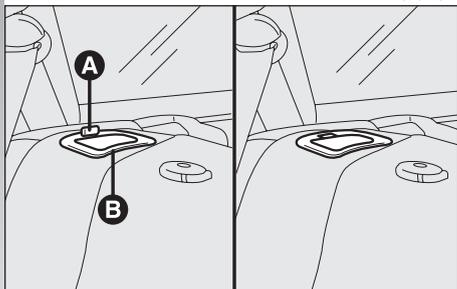

Abb. 46
Das korrekte Einrasten der Rückenlehne ist gewährleistet, wenn die Taste (A-Abb.46), die sich in der Nähe aller Griffe (B) befindet, wieder in den entsprechenden Griff eingezogen ist.